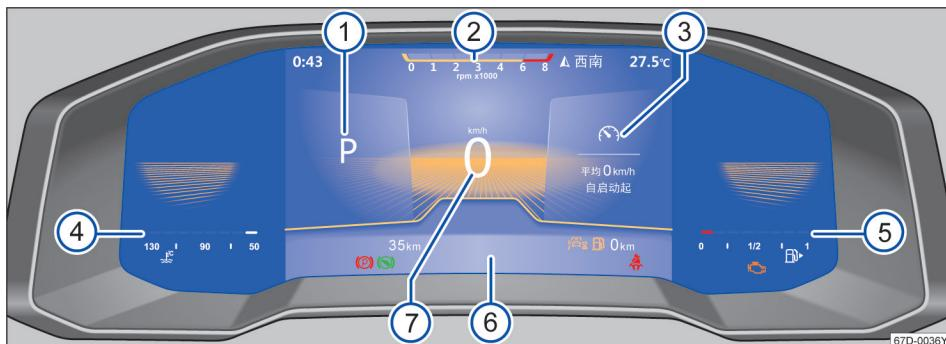

图 10 数字液晶仪表
→ 图 10 是双菜单模式, 屏幕左右两侧有两个菜单, 可通过多功能方向盘的左右键进入菜单选择。
视汽车装备而定, 在显示屏→图 10⑦中可以显示不同的信息: